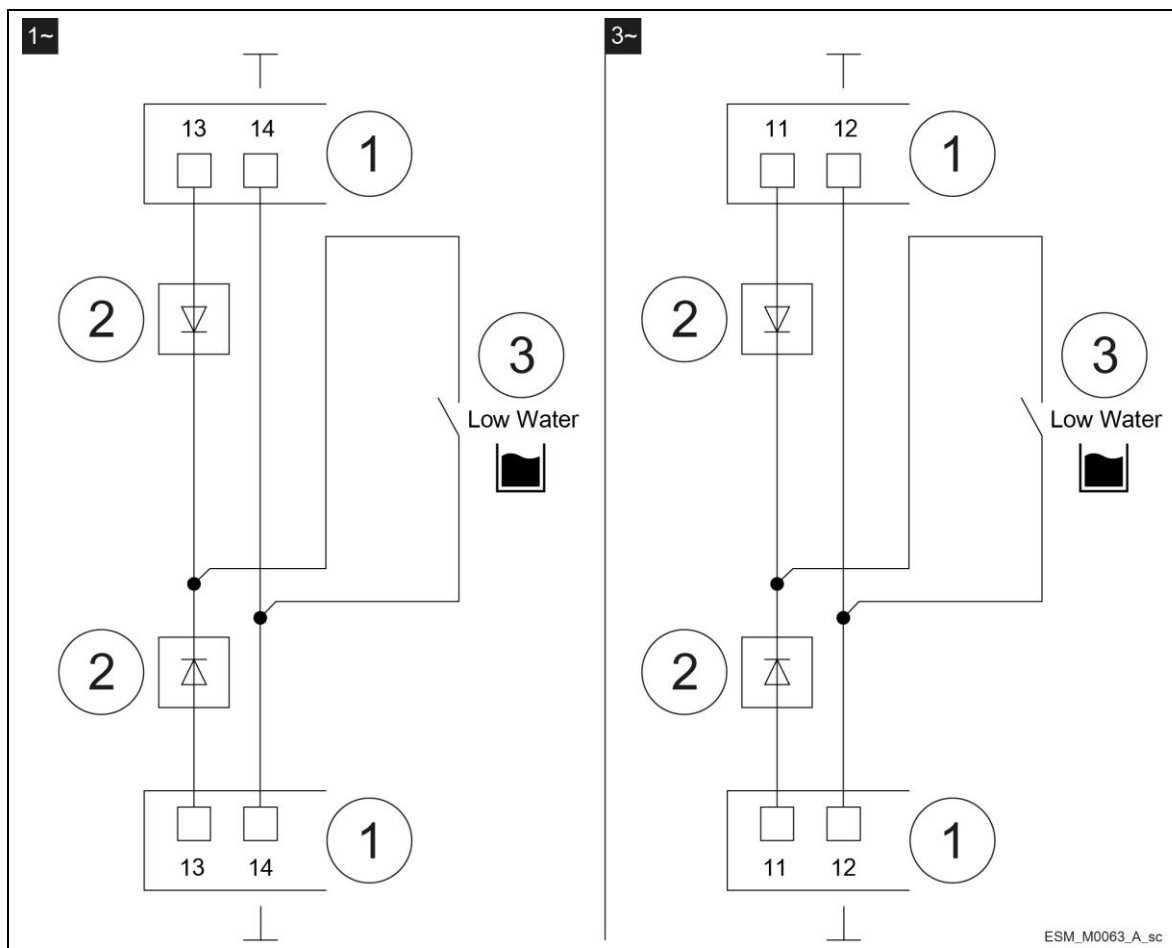

Bild 12: Lysdiod
- När tvillingläget är aktiverat och endast en extern kontakt för kontroll av brist på vatten används för båda enheterna (klämmor 13-14 för 1-fasversionen och klämmor 11-12 för 3-fasversionen) måste två lysdioder monteras. Kontrollera att polariteten är korrekt mellan kontaktarna på de två enheterna. Se bild 12.